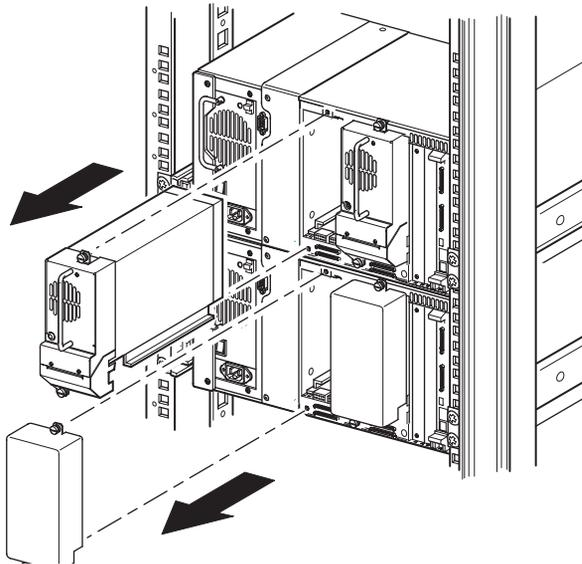

Figure 2-7 : Accès au compartiment d'unité 1
2. Retirez l'obturateur ou le sabot d'unité 1 du compartiment contigu à l'ouverture laissée par le cache de PTM (voir la Figure 2-7).